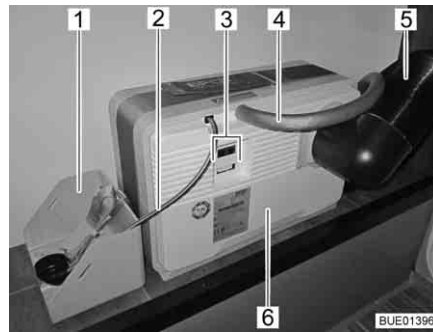
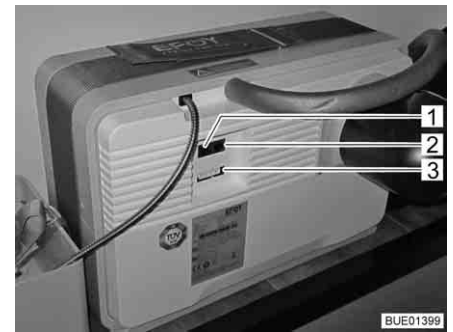
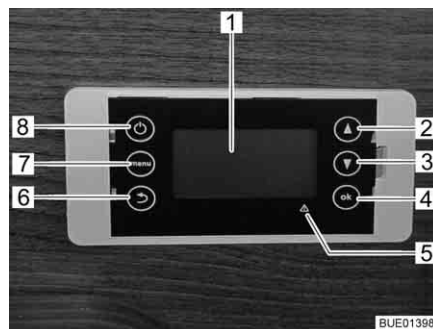

Bild 119 Brennstoffzelle mit Tankpatrone
Bild 120 Anschlussfeld Brennstoffzelle
Bild 121 Bedieneinheit Brennstoffzelle
Die Brennstoffzelle besteht aus mehreren Komponenten, die im Heckstauraum eingebaut sind (Bild 119), sowie aus einer Bedieneinheit (Bild 121) im Wohnbereich.
An der Brennstoffzelle (Bild 119,6) befinden sich:
- der Anschluss für den Abluftschlauch (Bild 119,4) bzw. die Einfüllöffnung für das Service-Fluid
- das Abwärmerohr (Bild 119,5)
- elektrische Anschlüsse (Bild 119,3) mit Datenschnittstelle (Bild 120,2), Geräteanschluss (Bild 120,3) und Anschluss für das Bedienpanel (Bild 120,1)
Zur Brennstoffzelle gehört eine Tankpatrone, die über den Tankanschluss (Bild 119,2) mit der Brennstoffzelle (Bild 119,6) verbunden ist.
Die Tankpatrone ist im Tankpatronenhalter (Bild 119,1) festgezurr.
Die Brennstoffzelle lädt automatisch die Wohnraumbatterien, wenn die Spannung der Wohnraumbatterien unter 12,3 V sinkt und die Brennstoffzelle über die Ein/Aus-Taste (Bild 121,8) eingeschaltet ist.
Das Display (Bild 121,1) der Bedieneinheit ist vierzeilig.
Mit der Menü-Taste (Bild 121,7) lässt sich das Hauptmenü aufrufen:
Bei Störungen leuchtet die rote Störungsanzeige (Bild 121,5) und auf dem Display erscheint eine Meldung. Die Meldung besteht aus einem Fehlercode und Hinweisen, wie die Störung behoben werden kann.